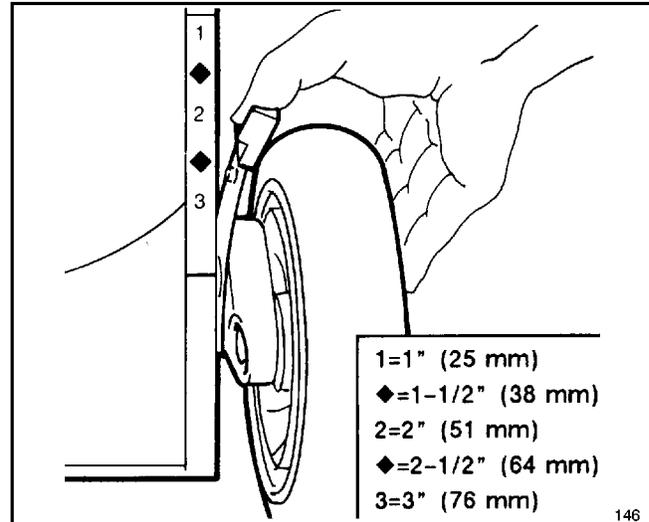

Abbildung 15
2. Zur leichteren Einstellung des Mähgehäuses anheben, damit das Rad mehr am Boden ist. **Dabei nicht mit der Hand unter das Gehäuse greifen.** Schnitthöhen-Einstellhebel zum Rad hin drücken und auf die gewünschte Schnitthöhe einstellen (Abb. 15). Sicherstellen, daß der Stift des Einstellhebels in die Nut am Gehäuse einrastet. Alle Räder auf die gleiche Höhe einstellen.